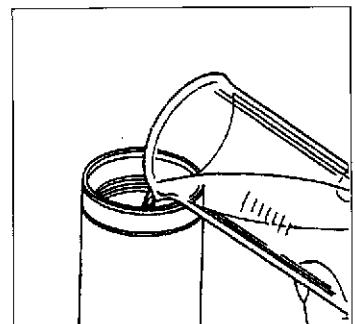

Fig. 6
- 11) In das Gabelrohr die Hälfte der für jeden Schaft vorgesehenen Menge eingießen (Bild 6).